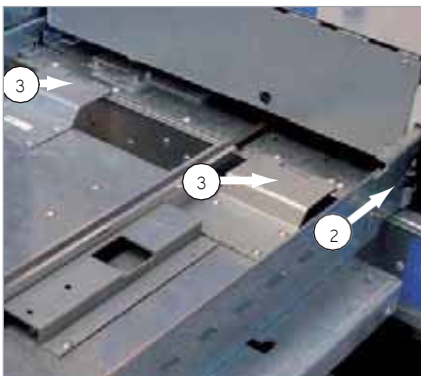

Fig. 4.9
- Rapprocher le chariot de manutention de la cellule avec les guidages latéraux (Fig. 4.9, 2) et tourner le levier (1) de nouveau à droite. Le chariot de manutention est verrouillé sur la cellule (3).